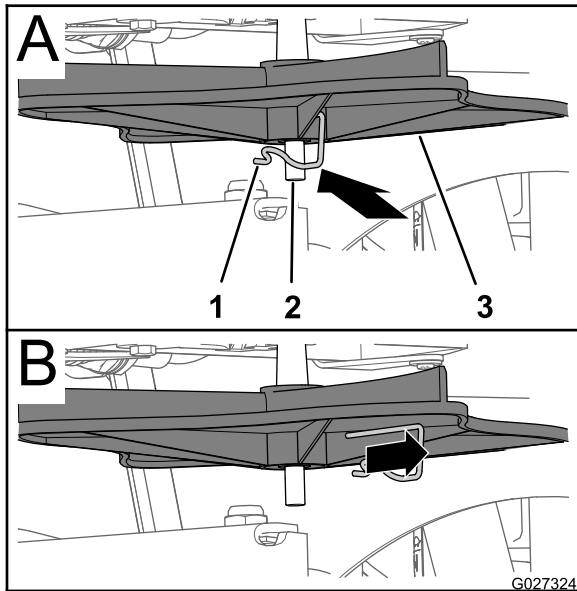
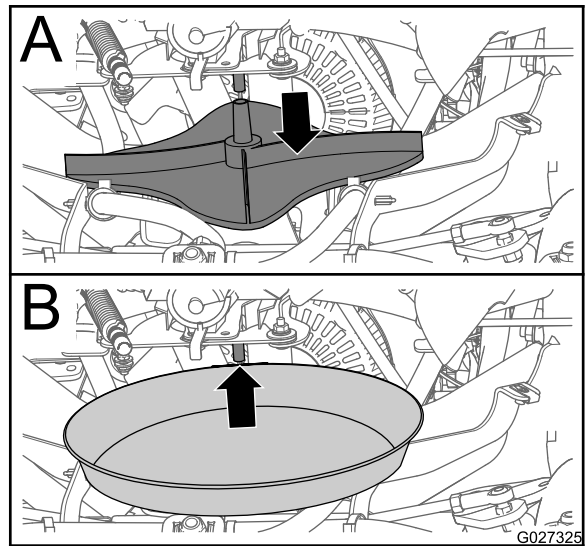

Figura 33
Figura 34
4. Retire el pasador de arrastre que sujeta el impulsor al eje del motor del impulsor, y retire el impulsor del eje (Figura 33 y Figura 34).
5. Coloque un recipiente poco profundo debajo del eje del motor del impulsor (Figura 34).